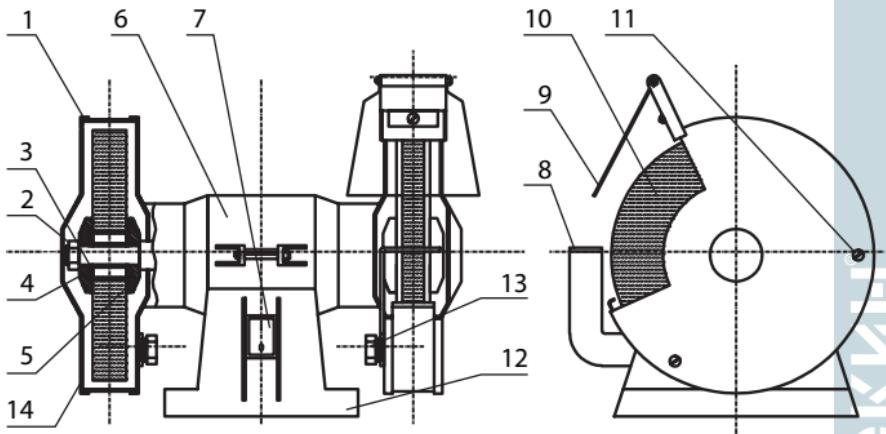

Рисунок 1 – Точильный станок
2. Установить и закрепить экран прозрачный (9), подручник (8) (рис.1).
- ослабляется гайка (2) (см. рис.1);
- затягивается гайка (2);
**ВНИМАНИЕ!** Установка шлифовального круга без картонных прокладок (3) (рис. 1) не допустима. Запрещается заменять вилку двухполюсную с заземляющим контактом на вилку двухполюсную без заземления.